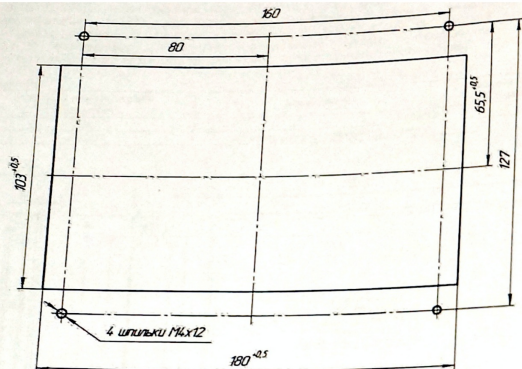
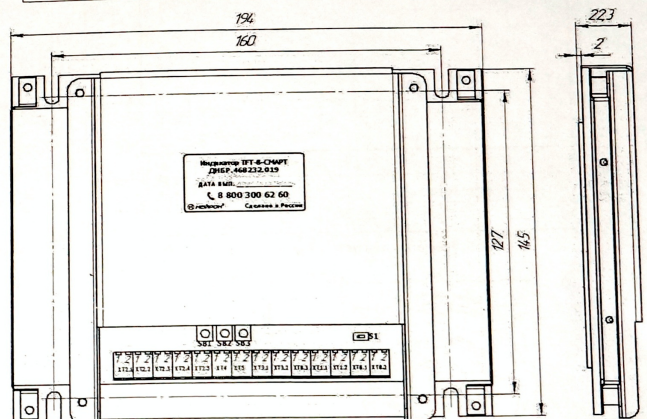

Рис.3. Разметка для установки и крепления
Рис.2. Габаритные и установочные размеры
7.1 Габаритные и установочные размеры устройства показаны на рис.2. Размеры окна в панели приказов для устройства и расстояния установочных шпилек указаны на рис.3.